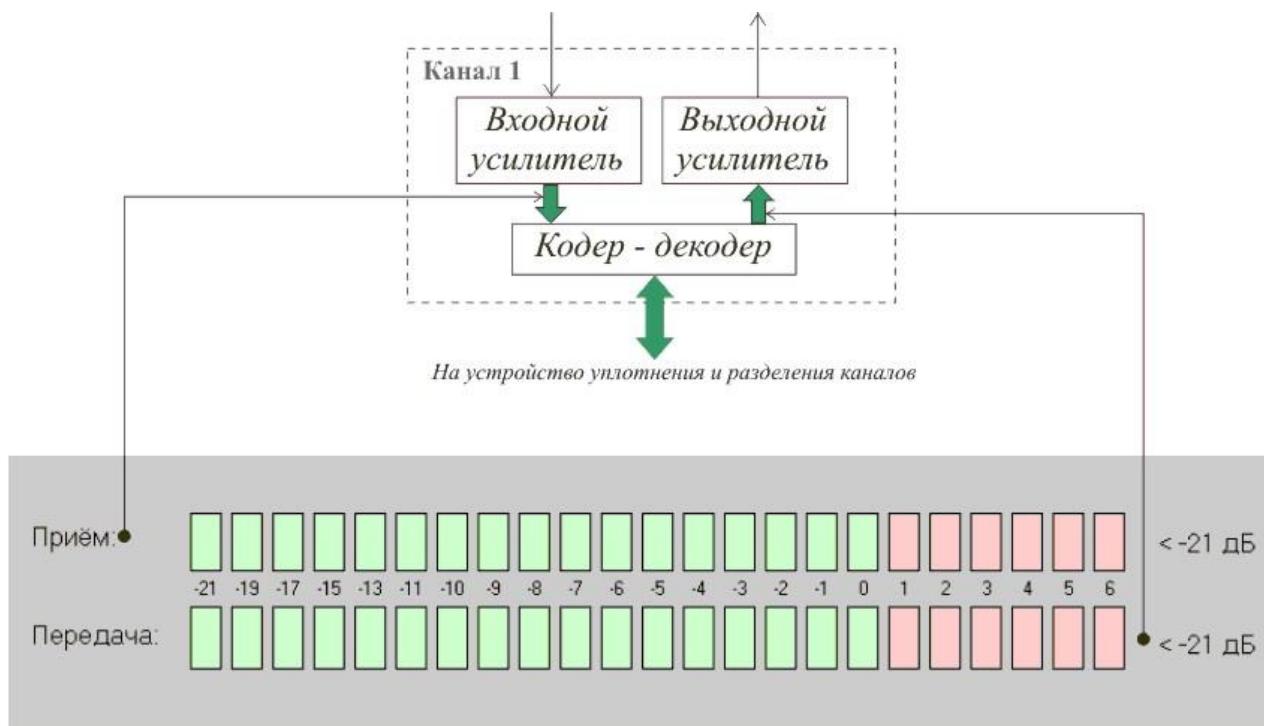

Рисунок 11 - Индикация внутренних уровней канала ТЧ
- **Линейка «Прием»** - служит для индикации *внутреннего* уровня входного сигнала (см. Рисунок 11). Диапазон индикации от минус 21 дБ до плюс 6 дБ.
- **Линейка «Передача»** - служит для индикации *внутреннего* уровня выходного сигнала (см. Рисунок 11). Диапазон индикации от минус 21 дБ до плюс 6 дБ.